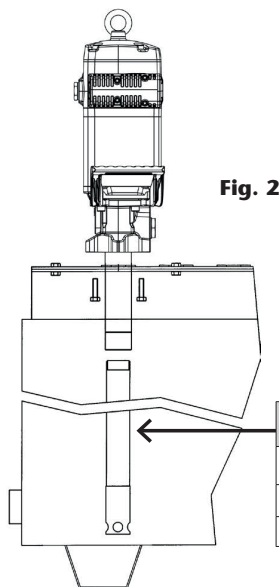

Fig. 2
- Para instalar a propulsora em tambor ou em contentor (ver Fig. 2), rosquear o tubo prolongador (ver Fig. 2) por o interior da tampa do tambor/contentor. Rosquear a propulsora a tampa com os parafusos M10 (4 padrão de furos de centros de diâmetro 112 mm).